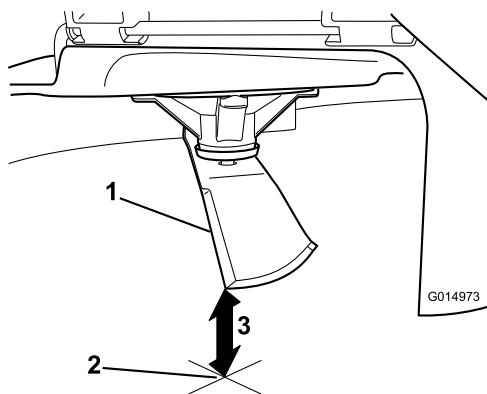

Рисунок 74
5. Відміряйте відстань від кінчика ножа до пласкої поверхні (**Рисунок 74**).